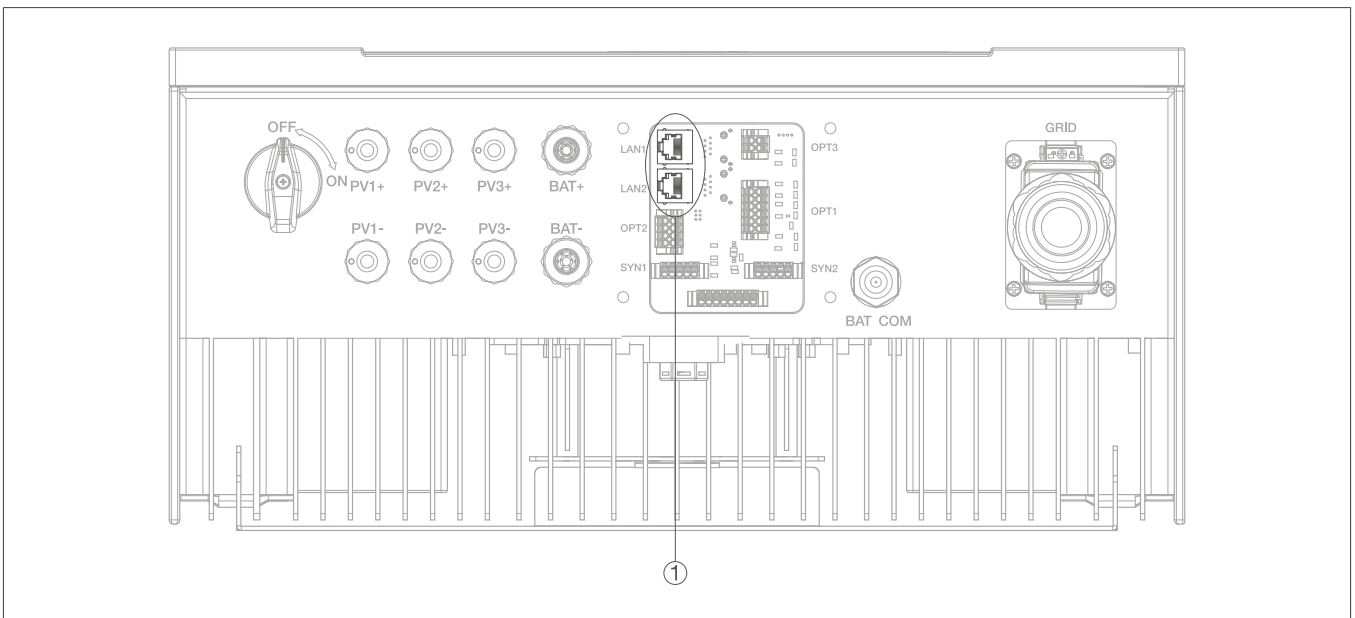

Bild 35: Unterseite elektrische Funktionseinheit, RJ45-Buchse **LAN**
- ① Ethernet-/LAN-Anschluss für Internet (RJ45-Buchse)
- ① Stecker des Ethernet-/LAN-Kabels in Buchse **LAN1** oder **LAN2** stecken.
- ② Die RJ45-Buchse auf der Geräteunterseite (siehe Bild 35) mit einem geeigneten Router per LAN-Kabel verbinden. Besondere Einstellungen sind i. d. R. nicht erforderlich.